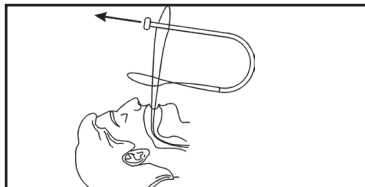

Figure 7
- Faire passer l'extrémité en forme de dôme de la sonde de GEP dans l'extrémité en boucle du guide d'introduction, puis tirer l'ensemble de la sonde de GEP à travers cette même extrémité (figure 7).